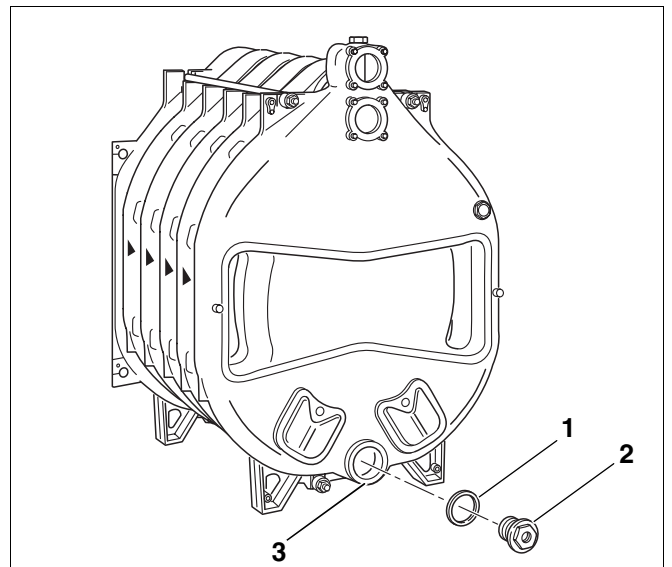

Рис. 21 Установка фланца
- Закрывать спереди и сзади нижнюю ступицу котла (рис. 21, **поз. 3**). Для этого установить на соответствующие ступицы котла уплотнения (рис. 21, **поз. 1**) и заглушки (рис. 21, **поз. 2**) для наполнения и слива (рис. 21, **поз. 2**) устанавливается на задней стороне котла.